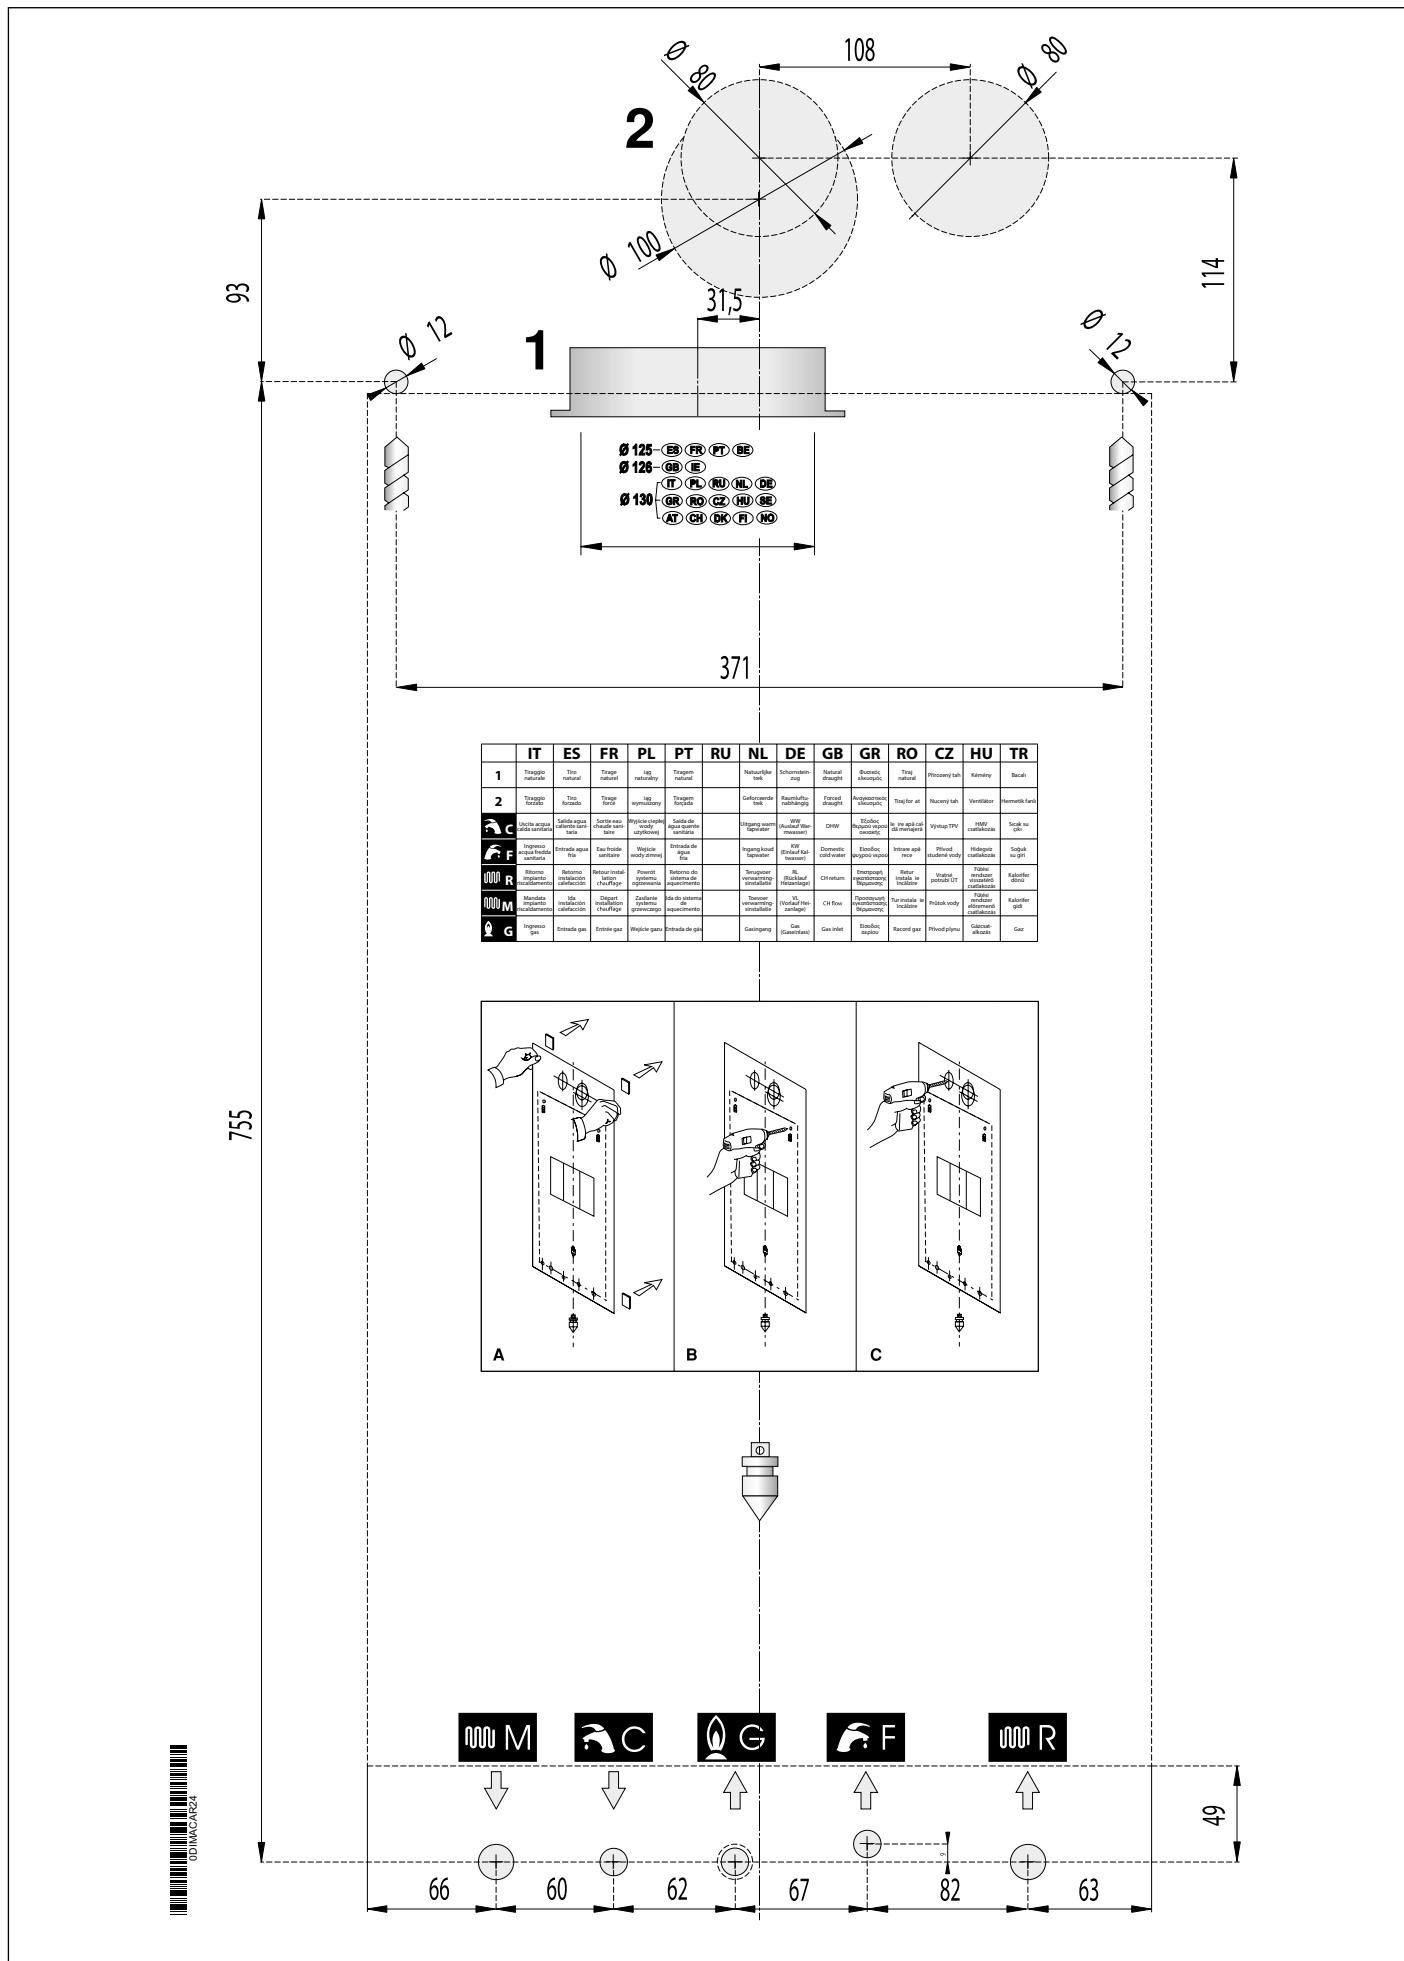

图 5 纸质安装模板
- 壁挂炉墙壁固定安装模板（参见图 5 纸质安装模板）。
壁挂炉在其包装中包含了一张纸质安装模板（参见图 5 纸质安装模板）。